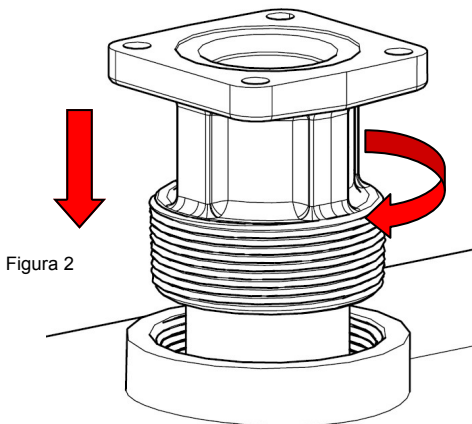

Figura 2
- Atornille el reborde de entrada (con la tubería de succión) en el reborde del tanque; selle las roscas para impermeabilizarlas con un sellador de roscas apropiado. (Figura 2)